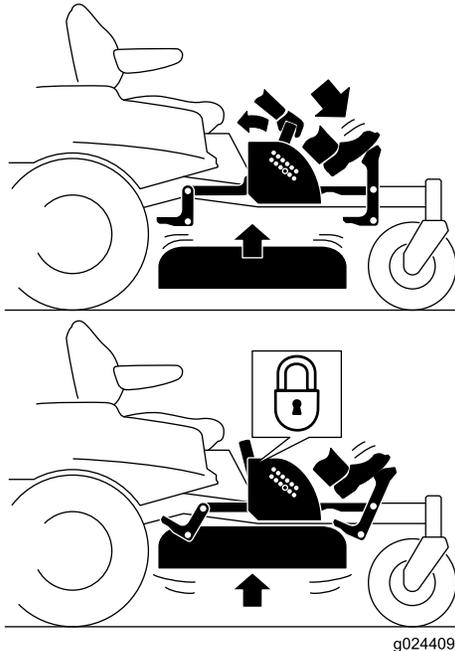

Figura 28
- Pise el pedal de elevación de la carcasa para levantarla; siga pisando el pedal hasta que la carcasa quede bloqueada en la posición de transporte (Figura 28).
- Pise el pedal de elevación de la carcasa y tire hacia atrás de la palanca de bloqueo de transporte para desactivar el bloqueo de transporte (Figura 28).
4. Pise el pedal de elevación de la carcasa y tire hacia atrás de la palanca para desactivar el bloqueo de transporte (Figura 28).